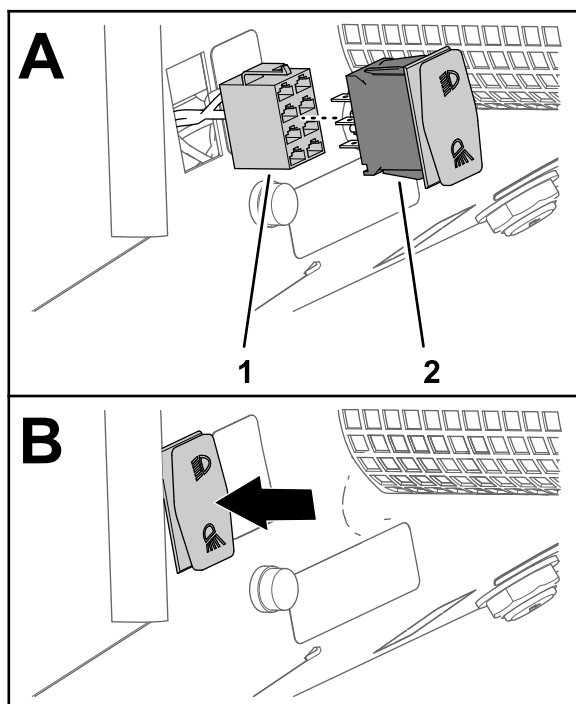

Figure 31
5. Branchez l'interrupteur à bascule du kit dans le connecteur à 8 douilles du commutateur d'éclairage (Figure 31).
6. Insérez l'interrupteur à bascule dans l'ouverture de la planche de bord jusqu'à ce qu'il s'enclenche solidement en place (Figure 31).